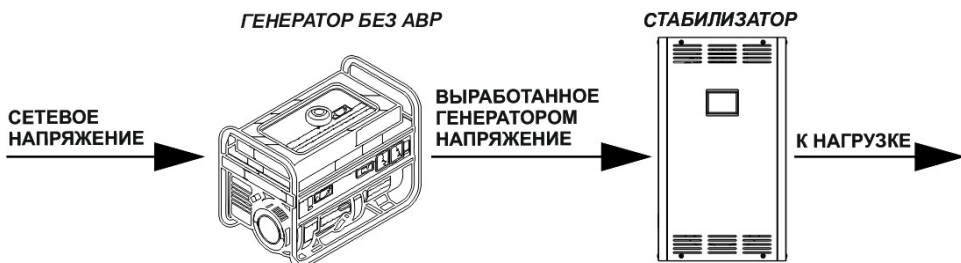

Рисунок 7 - Конфигурация 1 (размещение стабилизатора после генератора)
**Конфигурация 1** - стабилизатор устанавливается после генератора (см рисунок 7).